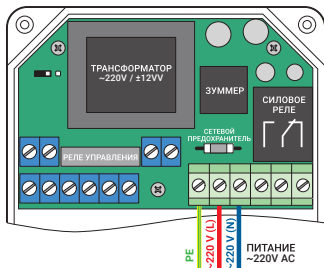

Рис. 4 Схема подключения кабеля питания 220 В к блоку управления
5.1 Рис. 4. Схема подключения кабеля питания к блоку управления. Клеммы для подключения питания 220 вольт: L – фаза 220 В; N – рабочий проводник; PE – защитный проводник (земля).